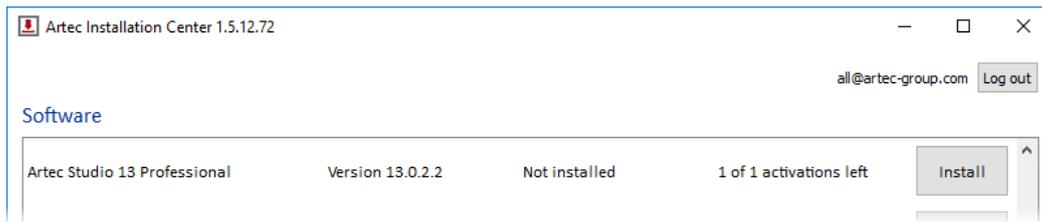

Abbildung 12: Artec Installation Center ist bereit zur Installation von Artec Studio.
- Über das Artec Installation Center (entweder während des Installations-Prozesses oder durch Klicken auf *Installieren* im Programm, wie in Abb. 12 gezeigt)